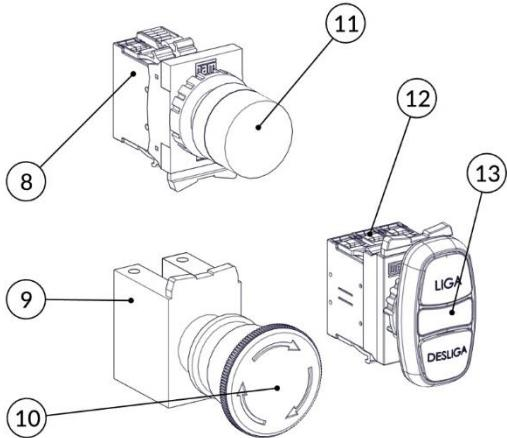

FIG. 12
- c) Inspecione todo o conjunto de comando (contatores (FIG. 10 e FIG. 11), relé de segurança (FIG. 10), fonte 24 V (FIG. 10), chaves de acionamentos (FIG. 12) e chicote elétrico) e verifique se há contaminação desses componentes por agentes externos agressivos ao sistema, como sabão, água, insetos, etc. Verifique também a integridade dos cabos elétricos e seus terminais. Caso haja contaminação, deve-se proceder com a troca do componente danificado.